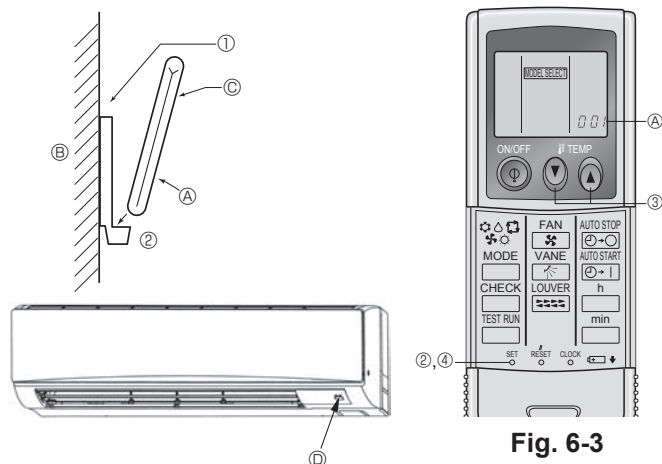
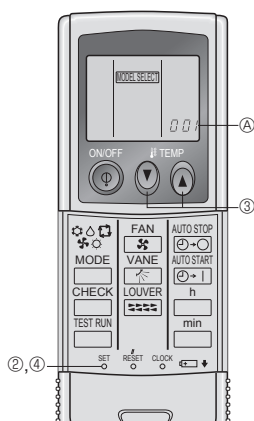

Fig. 6-2
Fig. 6-3
2) Método de instalación (Fig. 6-2)
- ① Fije el soporte del mando a distancia en el lugar deseado atornillándolo con tacos.
- ② Inserte la parte inferior del mando en el soporte.
3) Preparación inicial (Fig. 6-3)
- ① Introduzca las pilas.
- ② Pulse el botón SET con algún objeto puntiagudo.